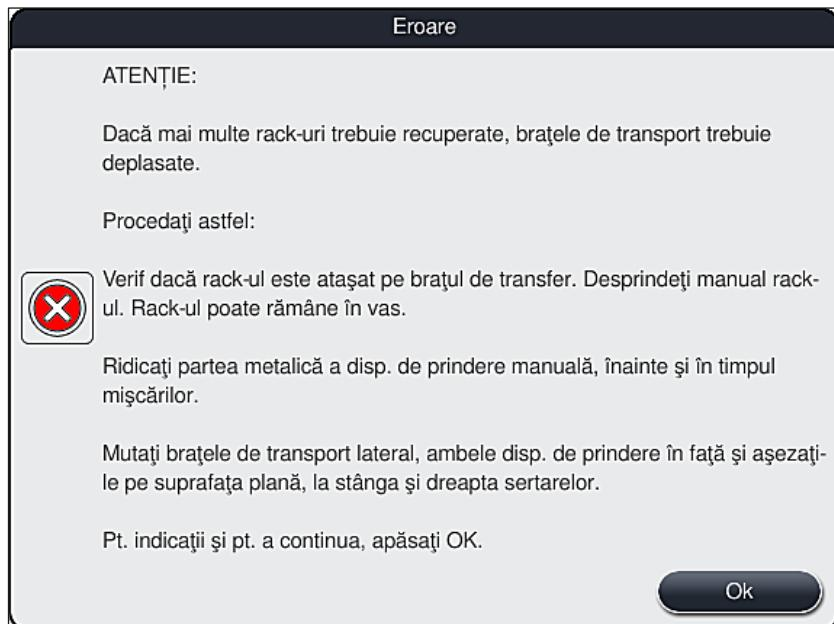

Fig. 109
3. După apăsarea butonului **OK** (→ "Fig. 108") se afișează un alt mesaj (→ "Fig. 109") care îi oferă utilizatorului instrucțiuni cu privire la procedura corectă de înălțatire a stativelor respective.